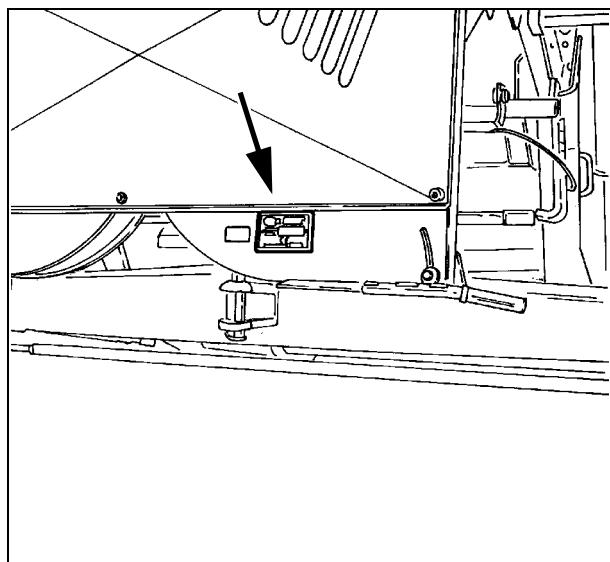

Рис. 10
**Идентификация разбрасывателя соломенной сечки (при наличии) - Рис. 10**